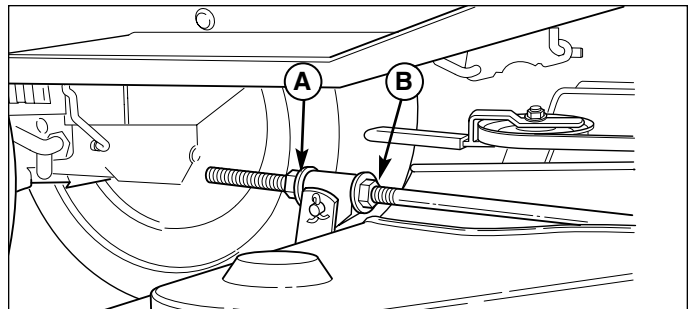

Figure 48. Mise de niveau longitudinale (étrier et boulonnerie de levage non représentés)
8. Pour relever l'avant du carter de coupe, desserrer l'écrou avant (B) et serrer l'écrou arrière (A, Figure 48) contre l'étrier. Pour abaisser l'avant du carter de coupe, desserrer l'écrou (A) pour déplacer l'étrier vers l'arrière de manière à allonger la tige.
9. Revérifier la hauteur des lames puis serrer l'écrou avant (B) contre l'étrier pour le bloquer.